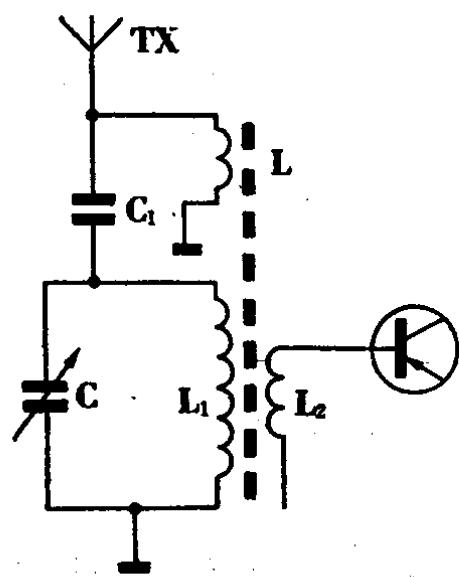

图 1.8 电感电容输入式
3. 电感电容输入式：如图1.8，外加天线通过电感 L 接地，并串接 C_1 ，接入调谐电路。其特点是整个波段内灵敏度比较均匀。